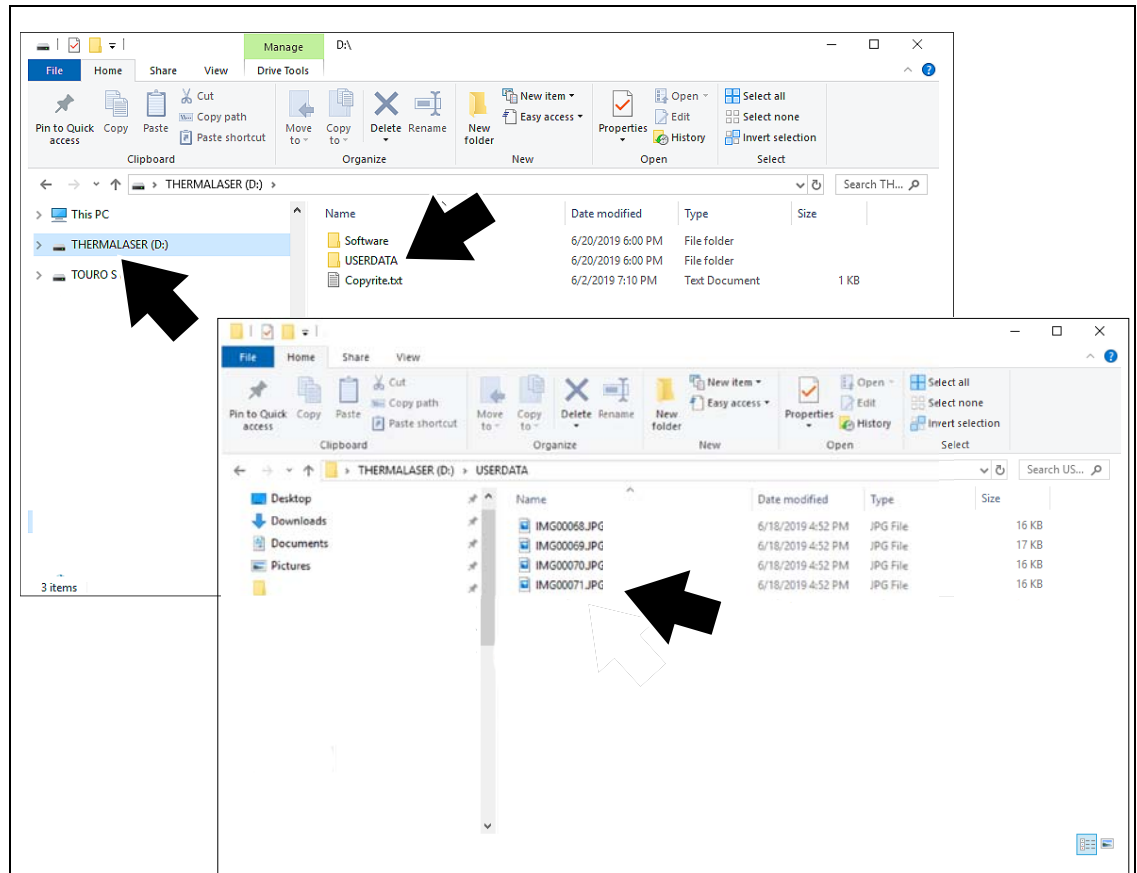

Figura 4-11
4. El PC reconocerá el láser térmico como un dispositivo de almacenamiento externo (por ejemplo, Unidad **THERMALASER (E:)**) (Figura 4-11).
5. Utilice las aplicaciones estándar de Windows del PC (por ejemplo, Explorador de Windows o Equipo) para seleccionar las capturas de pantalla guardadas en la carpeta **“USERDATA”** (Figura 4-11).